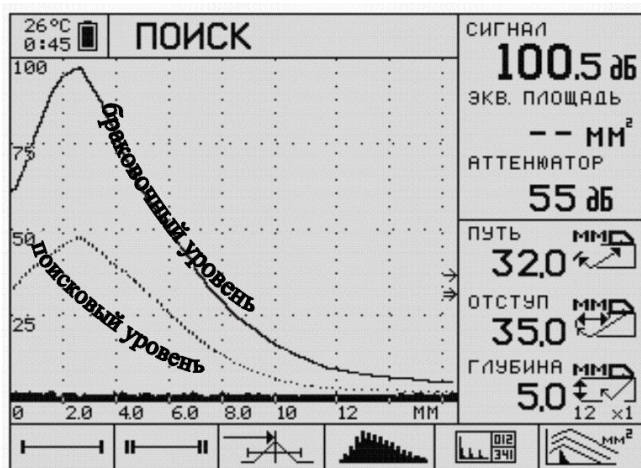

Рисунок 5.21 – Наложение АРД-диаграмма конкретного преобразователя для конкретной площади отражателя на экране дефектоскопа
2. На экран дефектоскопа электронным путем накладывается АРД-диаграмма конкретного преобразователя для конкретной площади отражателя (рис. 5.21) Эта кривая и будет кривой равной чувствительности к фиксированному отражателю.